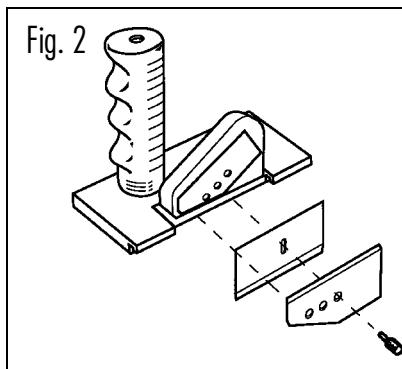

Fig. 2
- 1 Einlegen der Klinge durch Entfernen der Klingendekung und Einschieben der Klinge in den Klingenschlitz. Wahl einer Klingentiefe: Sicherheitsposition, Einfachpassepartout, Doppelpassepartout (Fig. 2)
- 1 Einstellen der Passepartoutführung auf gewünschte Randbreite und Feststellen der schwarzen Knöpfe (Fig. 2).